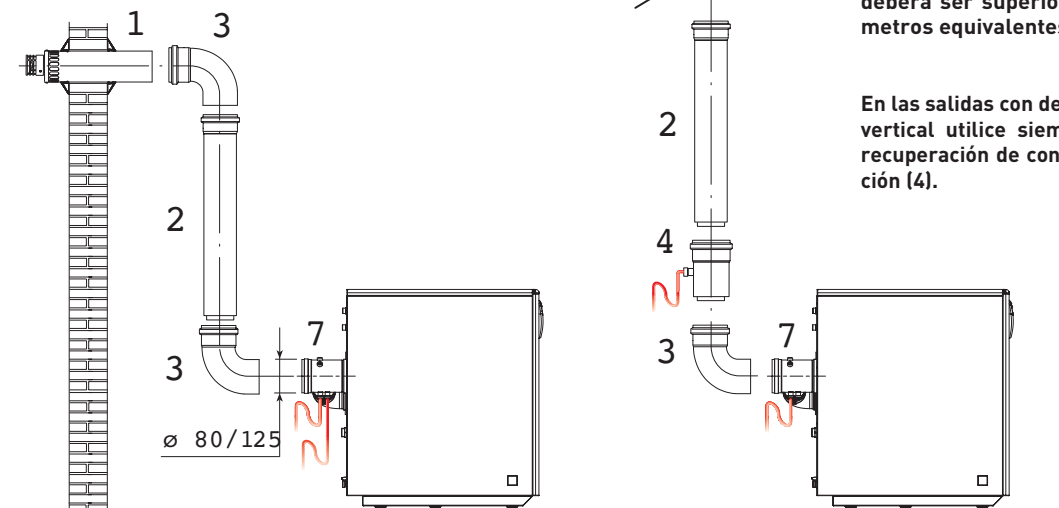

Fig. 6
2.3.2 Descargas de humos con conducto coaxial Ø 80/125 (tipo C) (fig. 6)
Las calderas transformadas con el kit cód. 8101594 están predispuestas para la conexión a conductos de descarga coaxial en acero inoxidable Ø 80/125 que se pueden orientar en la dirección más correcta para las exigencias del local (fig. 6).